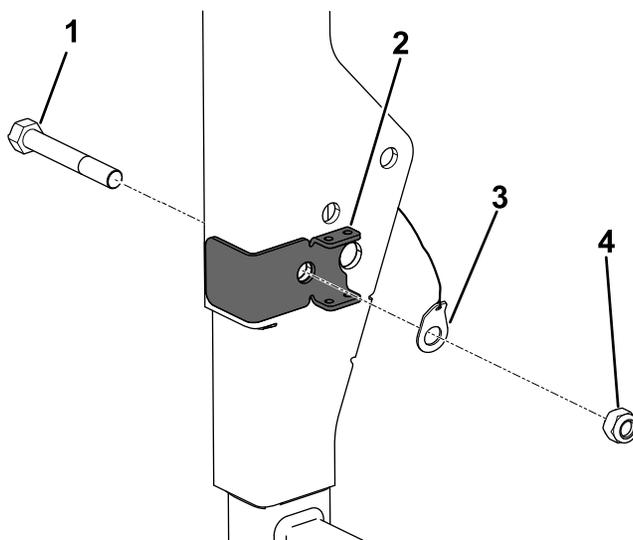

図 9
3. ROPSブラケットの穴をROPSの穴に合わせて、新しいボルトを取り付ける (図 9)。